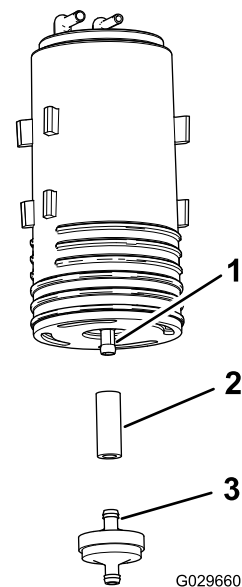

**Figura 44**
- Levante o recipiente de carbono da montagem do recipiente de carbono no depósito de combustível (Figura 44).
7. Insira o novo recipiente de carbono na montagem do recipiente de carbono do depósito de combustível com as uniões purga e depósito de combustível alinhadas para trás (Figura 44).